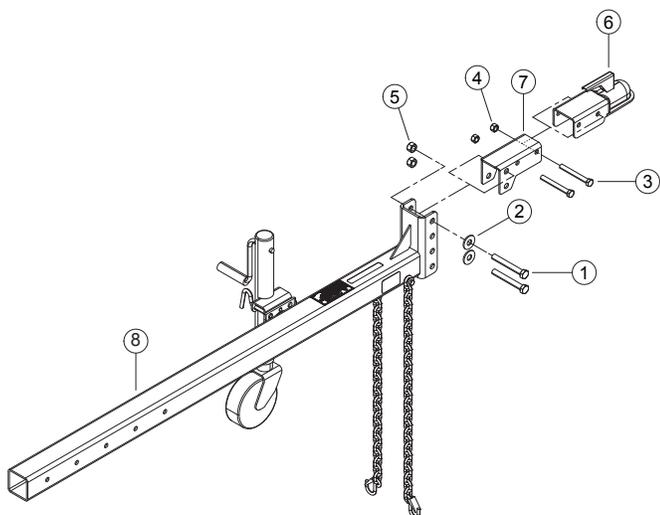

Figure 2.1, Modèles d'attelages Non conforme aux normes CE
#### MODELES NON CONFORME AUX NOREMES CEF (FIG. 2.1)
1. Placez la barre d'attelage (8) dans le châssis, alignez les trous de montage pour ajuster à la bonne longueur et bloquez à l'aide de deux boulons de 1/2 x 4 1/2 po, des rondelles et des écrous (non illustrés sur la Figure 2.1). Serrez à un couple de 75 pi-lb.
2. Attachez le support de l'accouplement (7) à la barre d'attelage à l'aide de deux boulons de 5/8 x 4 1/2 po (1), de rondelles (2) et d'écrous de sécurité nylock (5). Serrez à un couple de 150 pi-lb.
3. Attachez l'accouplement (6) de 2 po sur le support d'accouplement (2) à l'aide de deux boulons de 1/2 x 4 po (1), et d'écrous centerlock (4). Serrez à un couple de 75 pi-lb.